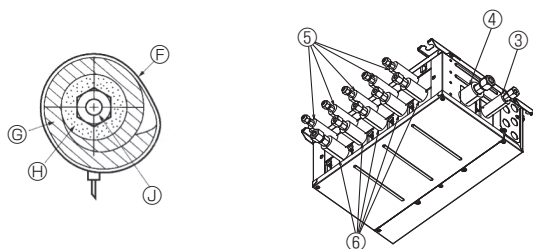
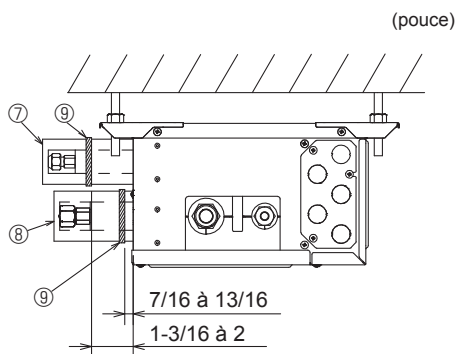

Fig. 7-4
Fig. 7-5
- Isolez les tuyaux de liquide et de gaz du boîtier de dérivation en appliquant de la mousse polyéthylène résistante à la chaleur tout autour. (Fig. 7-4) Sinon, il pourrait en résulter des blessures lors du raccordement des tuyaux ou des fuites d'eau en raison de la condensation sur ces derniers. Tout raccordement incorrect engendre un dysfonctionnement.
- (5) Appuyez les cache-tuyaux ③ et ⑤ sur les tuyaux de liquide contre l'appareil et enroulez-les pour les maintenir en place. (Fig. 7-4)
- (6) Appuyez les cache-tuyaux ④ et ⑥ sur les tuyaux de gaz contre l'appareil et enroulez-les pour les maintenir en place. (Fig. 7-4)
- (7) Fixez les sangles fournies ⑨ à 7/16-13/16 pouces (10 à 20 mm) de chaque extrémité des cache-tuyaux (③④⑤⑥).
- (8) Si l'appareil intérieur n'est pas raccordé, raccordez les cache-tuyaux (avec les bouchons, ⑦ et ⑧) sur les branchements des tuyaux de réfrigérant du boîtier de dérivation contre l'appareil afin d'éviter un écoulement de condensation des tuyaux. (Fig. 7-5)
- (9) Fixez les cache-tuyaux (⑦⑧) à l'aide des sangles fournies ⑨.
### 7.2. Gestion des orifices de raccordements qui ne sont pas raccordés à l'appareil extérieur (Fig. 7-5)